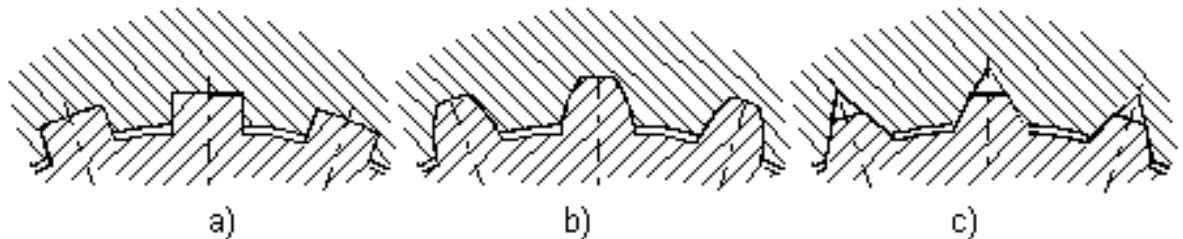

Рисунок 2.21
- *прямобочные* (рисунок 2.21 а);
- *эвольвентные* (рисунок 2.21 б);
- *треугольные* (рисунок 2.21 с).